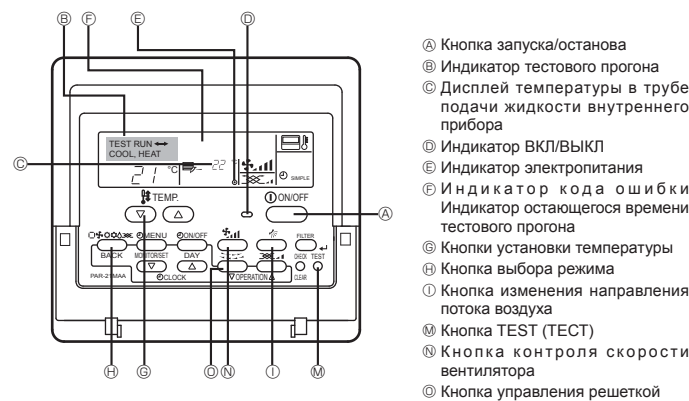

Fig. 7-1
7. Выполнение испытания (Fig. 7-1)
7.2. Выполнение испытания Использование проводного пульта дистанционного управления (Fig. 7-1)